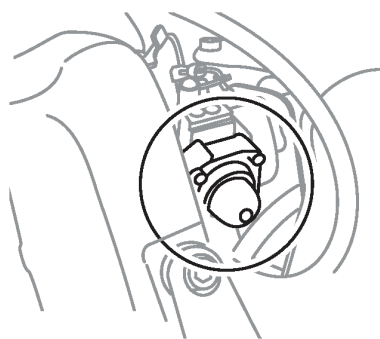

Figure 7. Ampoule de purge
2. Système de purge du carburateur : appuyer sur l'ampoule de purge quatre fois ou jusqu'à ce que le carburant est présent dans l'ampoule (Figure 7).